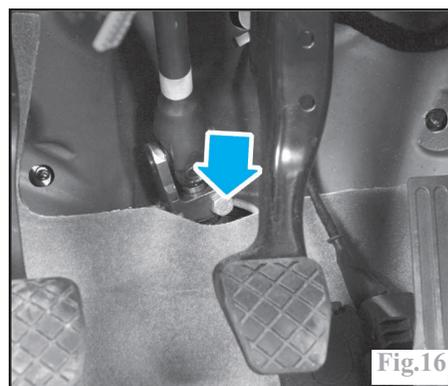

Fig. 16
- la vis de bridage du joint de cardan inférieur de la colonne sur le boîtier de direction (Fig. 16) et les désaccoupler.
- la vis de bridage du joint de cardan inférieur de la colonne sur le boîtier de direction (Fig.16).